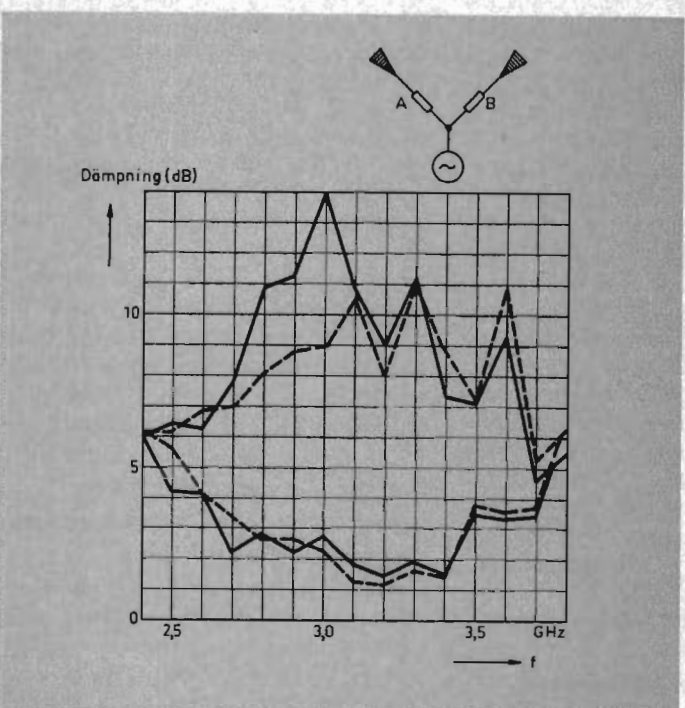

Fig. 22
I fig. 22 visas omkopplarens dämpningsegenskaper för de båda grenarna som funktion av frekvensen. Dämpningen i en gren har mätts med den andra grenen reflexionsfritt avslutad. Styrspänningen, som erhöles från en spänningsdelande potentiometer, inställdes på 0,64 V, varvid varaktorn i gren A gav en framström på 100 μ A, medan varaktorn i gren B fick en negativ förspänning på 0,64 V. När styrspänningens polaritet sedan växades, justerades den automatiskt till värdet 0,57 V, som gav en framström av 120 μ A i B-grenen, medan varaktorn i A-grenen fick en negativ förspänning på 0,57 V. Denna lilla ändring i förspänningen har ingen större betydelse och den beror naturligtvis på olikheter mellan de båda varaktorernas ström-spännings-karakteristikor och på spänningsfall i potentiometern. Med några smärre ändringar skulle de båda varaktorerna ha kunnat tillföras separata styrspänningar, och man skulle då närmast vunnit fördelen att frekvensen för minimal insatsdämpning kunnat förskjutas från 3,2 GHz till 3,0 GHz, som ju var avsedd som mittfrekvens. Om två varaktorer av typ MA-450 C, som utgjort ett anpassat par, hade använts i omkopplaren, skulle man säkert ha fått mera likformiga dämpningskurvor i de båda grenarna än vad som nu är fallet. Med ledning av fig. 22 kan man uppskatta att isolationen då skulle vara större än 10 dB och insatsdämpningen mindre än 1,5 dB inom ett frekvensområde av ca 300 MHz.
av ca 0,3 dB vid 3 GHz. Vid kombination av två sådana varaktorer i en omkopplare skulle isolationen såsom tidigare omtalats öka med ca 6 dB, och insatsdämpningen med 0,5 dB. Maximalt skulle alltså isolationen och insatsdämpningen bli 19 dB resp. 0,8 dB. Enligt fig. 22 fås motsvarande ytterlighetsvärden till 14 dB respektive 1,2 dB. Om båda varaktorerna varit lika bra som den i gren A använda, skulle troligen de beräknade värdena ha uppnåtts.
En beräkning av det frekvensområde inom vilket isolationen för enbart en MA-450 C överstiger 10 dB ger enligt ekv. (15) i appendix 400 MHz, och det frekvensområde inom vilket insatsdämpningen är mindre än 0,5 dB blir enligt ekv. (16) 1600 MHz. En kombination av två sådana varaktorer i en brytare, skulle, med hänsyn till ökningen i isolation och insatsdämpning, uppskattningsvis ge ungefär samma bandbredd för en isolation av 15 dB, men betydligt minskad bandbredd vid en insatsdämpning av ca 1 dB. Då frekvensen ändras från resonans minskar nämligen isolationen i en sidogren ganska snabbt, vilket gör att insatsdämpningen för transmission i den andra grenen tilltar lika snabbt. Med ledning av detta resonemang kan man vänta sig, att två MA-450 C i en omkopplare bör ge mer än 15 dB isolation och mindre än 1 dB insatsdämpning inom ungefärligen samma frekvensområde, som bör vara omkring 400 MHz brett. I den byggda omkopplaren begränsas emellertid bandbredden ytterligare p.g.a. att varaktorer ligger på en halv våglängds avstånd från knutpunkten. Vid en minimiisolation av 10 dB och en insatsdämpning något över 1 dB hör man dock, såsom redan uppskattats med ledning av fig. 22, kunna räkna med att uppnå bandbredder av ca 400 MHz.